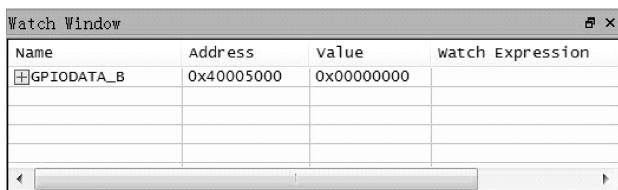

图 2-29 添加观察变量
6) 在观察窗口中添加变量 GPIO_PORTB_DATA, 其步骤为: 右键单击 Watch 窗口→在弹出的菜单中选择 Add Items (By Name) 选项→选择端口 B→选中 GPIODATA_B→最后单击 Done 完成变量的添加, 如图 2-29 所示。